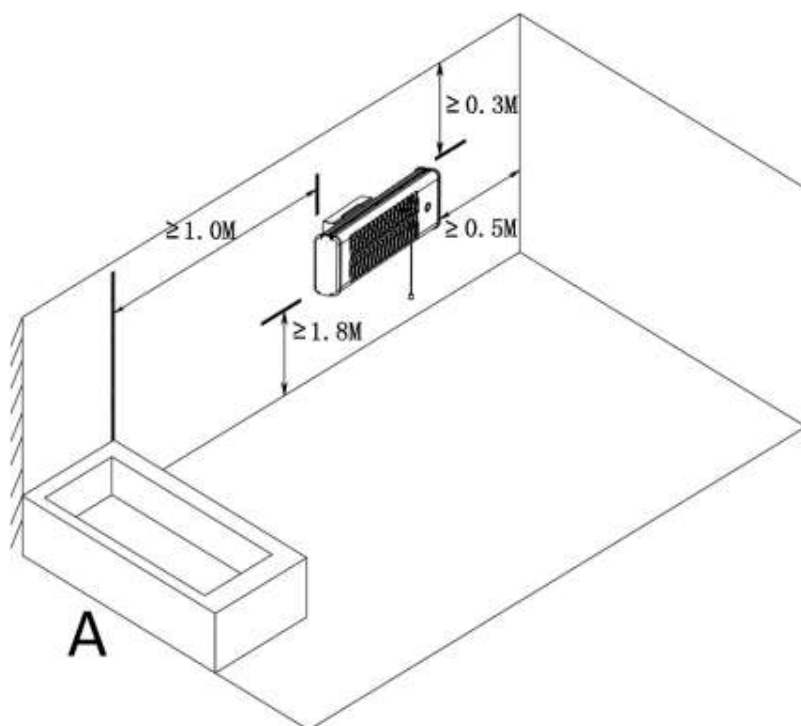
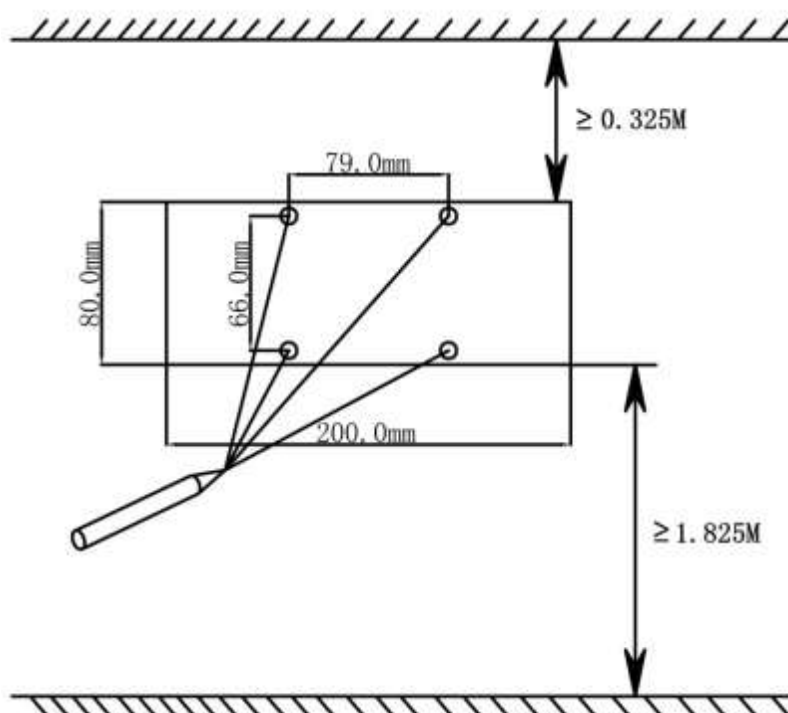

Bild 3
Bild 4
20. Håll säkerhetsavstånden enligt de europeiska standarder och nationella bestämmelser som anges i bild 3.
2. Kvartsröret får endast installeras i ett horisontellt läge. installera inte i tak eller vertikalt. Vid installation, säkerställ det minsta avstånd som anges i bild 3. Värmeelementet måste monteras minst 1 800 mm ovanför golvet, 300 mm under taket och 500 mm från sidovägg(ar).
3. Hitta ett lämpligt läge som inte blockerar åtkomsten till sladdströmställaren och brytaren, respektera alltid säkerhetsavstånden som anges i bild 3. Markera hålen på väggen där värmeelementet ska monteras. Ta måtten i bild 4 som referens. Markera ett kors i mitten av hålet för exakt borrning (se bild 4).